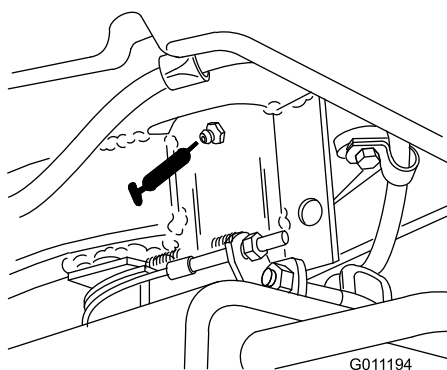

Figura 26
- Eixo da forquilha de direcção (1) (Figura 26)